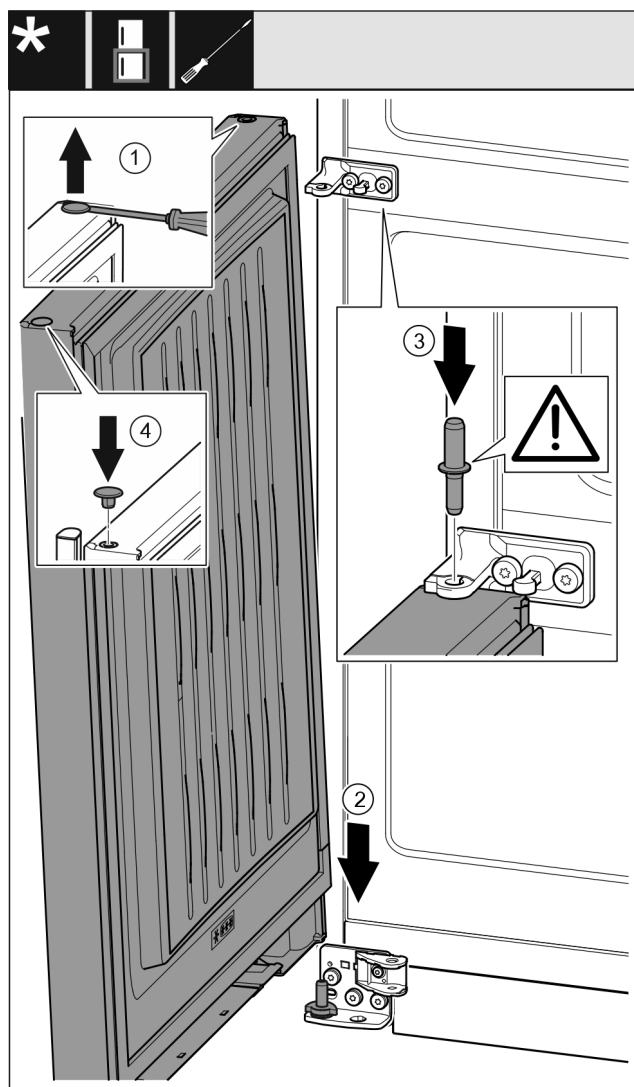

Fig. 44
- Soulever et retirer avec précaution les caches Fig. 44 (1) avec un tournevis plat.
- Placer la porte Fig. 44 (2) depuis le haut sur l'axe de palier inférieur.
- Insérer l'axe de palier central Fig. 44 (3) dans le support de palier central de la porte inférieure. Veiller à ce que l'ergot soit orienté vers l'arrière.
- Replacer les caches Fig. 44 (4) de l'autre côté de la porte.